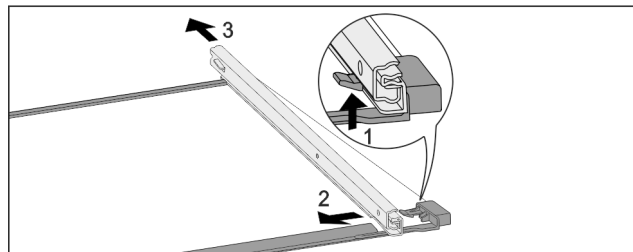

Fig. 227 Ripiano in vetro con guide
- Premere il gancio di fermo anteriore verso l'alto. Fig. 227 (1)
- Far scorrere la guida estraibile di lato Fig. 227 (2) e verso il lato posteriore Fig. 227 (3).